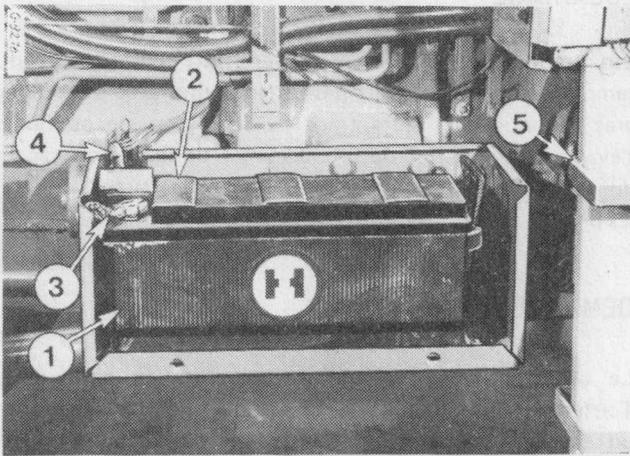

Figure 96
L'emplacement de la batterie est indiqué sur la fig. 96.
Pour retirer la batterie du tracteur (moteur arrêté, uniquement), débranchez d'abord le câble de masse (3), fig. 96 puis le câble de la borne (+) (4), et ôtez la batterie.